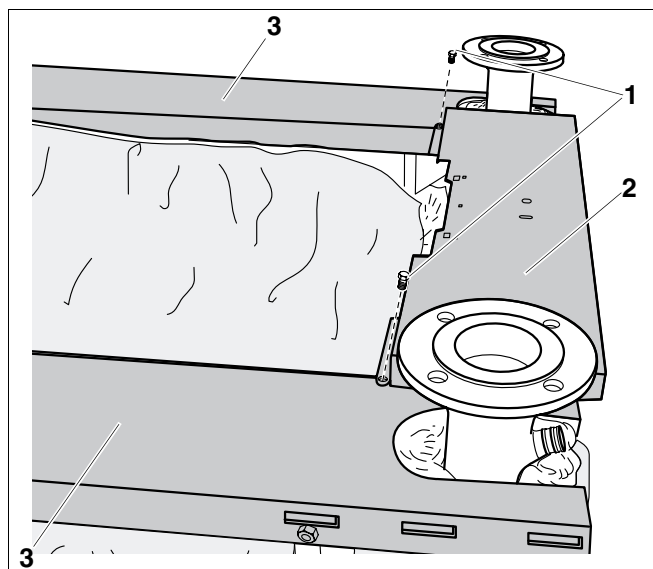

Fig. 56 Montarea carcasei frontale a cazanului
- Capacul frontal al cazanului (fig. 56, **poz. 2**, ambalajul A) se poziționează și se fixează cu două șuruburi cu cap plat 3,9 x 9,5 (fig. 56, **poz. 1**) de carcasele laterale ale cazanului (fig. 56, **poz. 3**).